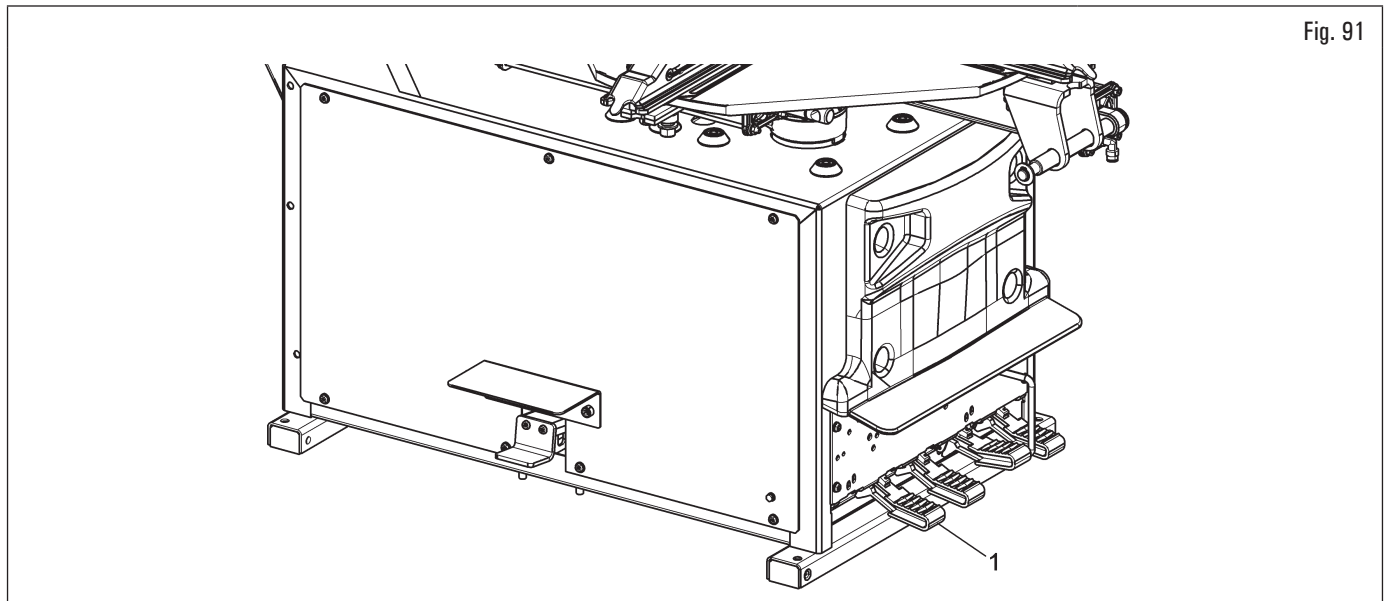

Fig. 91
4. posizionare il braccio operante in posizione di lavoro agendo sul pedale (Fig. 91 rif. 1);